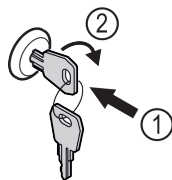

Fig. 133 Példaként szolgáló ábrázolás
- Dugja be a kulcsot Fig. 133 (1).
- Forgassa el a kulcsot 90°-kal az óramutató járásával megegyező irányba Fig. 133 (2).